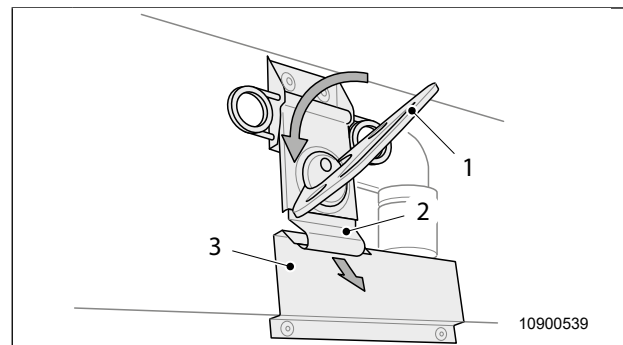

Bild 38 Öppna låsvredet
4. Öppna låsvredet på höger och vänster sida (Bild 38):
- Fäll ut handtaget (Bild 38, pos. 1) till låsvredet.
- Lossa låsvredets rörliga krok (Bild 38, pos. 2) ur det fastmonterade motstycket (Bild 38, pos. 3).